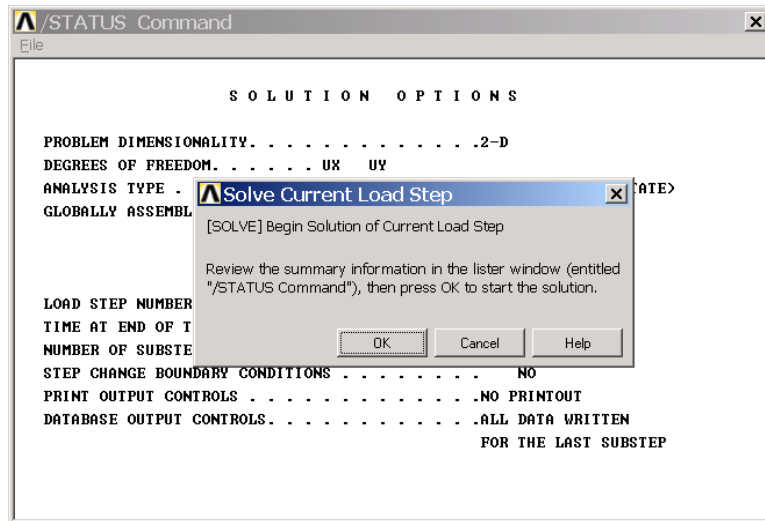

图1.41 求解信息窗口
(1) 单击 Main Menu>Solution>Solve>Current LS 菜单，将弹出如图 1.41 所示的窗口。其中【/STATUS Command】窗口里面包括了所要计算模型的求解信息和荷载步信息。